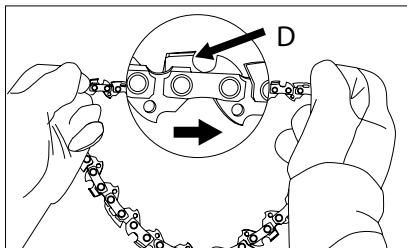

Rys. 5
- Odkręć obie nakrętki, mocujące prowadnicę i pokrywę zabezpieczającą. Zdejmij pokrywę ochronną wraz z osłoną hamulca łańcucha (B) (rys. 5).